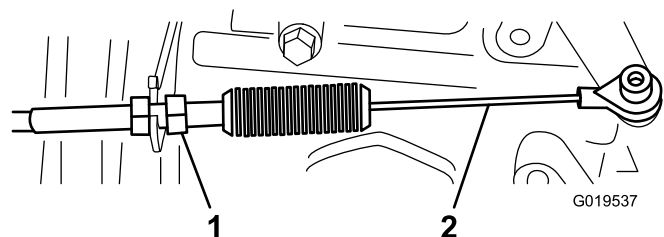
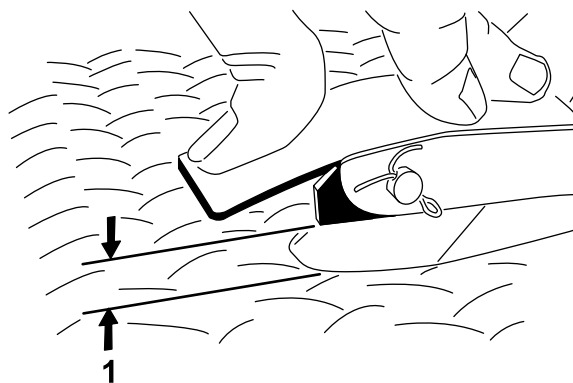

Figura 66
Figura 67
2. Ajuste la articulación esférica del cable del acelerador (Figura 66) hasta que haya de 2,54 a 6,35 mm de holgura entre el brazo del pedal del acelerador y el borde superior del dibujo a rombos de la chapa de suelo (Figura 67) al aplicar una fuerza de 11,3 kg al centro del pedal.
3. Apriete la contratuerca (Figura 66).